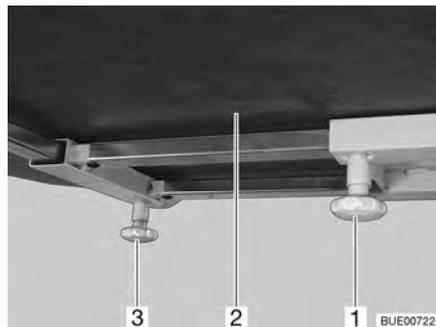

Fig. 90 Table fixe
- Desserrer la vis moletée (Fig. 90,1).
- Pousser le plateau (Fig. 90,2) dans la position désirée.
- Desserrer la vis moletée (Fig. 90,3).